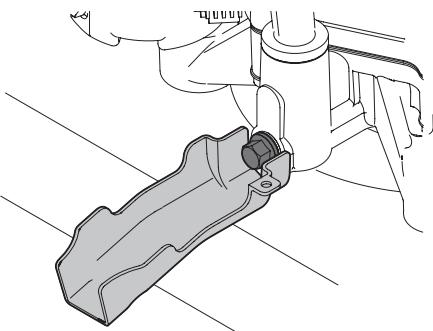

Figura 26
4. Coloque el extremo pequeño de la manga de drenado de aceite en el cárter de aceite. Consulte la Figura 26.